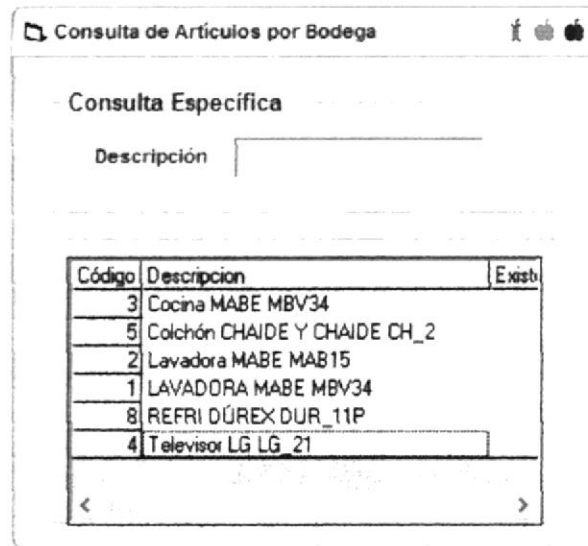

Figura 3.23 Pantalla de Consulta de Artículos por Bodega
8. De clic en el botón de búsqueda de Artículos por Bodega.  y aparecerá la pantalla de consulta de Artículos.(Ver Figura 3.23).
9. Elija el artículo dando doble clic en la descripción de este en la Pantalla "Consulta de Artículos por Bodega" (Ver Figura 3.23) y volverá automáticamente a la pantalla anterior con todos los datos de dicho artículo. (Ver Figura 3.24)